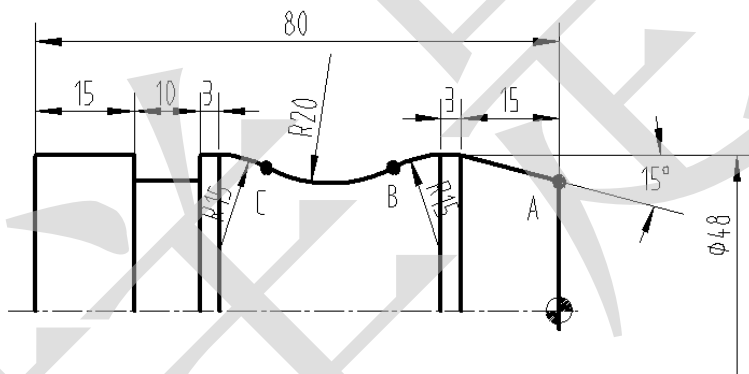

图 3 基点坐标计算
3、精加工如图 3 曲线轮廓时, 需要计算基点坐标, 请计算出 A 点、B 点的坐标 (精确到 0.001mm, 要求有计算过程);